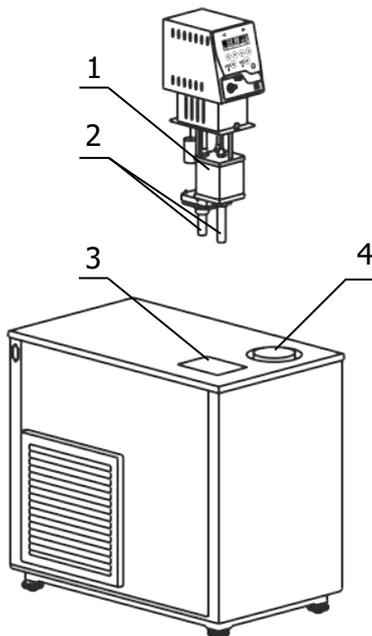

Рисунок 4 — Установка блока регулирования
2.2.3 Вставить входную и выходную трубки 2 (если они не были установлены предприятием-изготовителем) во входной и выходной патрубки блока регулирования и зафиксировать их винтами (рисунок 4). Выходную трубку следует вставлять в резервуар 1 косым срезом до упора.
2.2.4 Установить блок регулирования в отверстие 3, при этом входная и выходная трубки 2 (рисунок 4) должны войти в соединительные муфты 6 (рисунок 3) на дне основной ванны. После установки закрепить блок регулирования на ванне винтовыми фиксаторами.
2.2.6 Заполнить ванну термостата теплоносителем через отверстие над рабочей ванной 4 (рисунок 4). Перелив теплоносителя из рабочей ванны в дополнительную и основную ванны займет некоторое время. Заполнять ванны следует до момента начала слива теплоносителя из переливного штуцера 7. Температурный диапазон применения теплоносителя должен соответствовать значениям, указанным в 0.
Причина отсутствия перелива — неправильная работа насоса, вызванная воздушной пробкой, образовавшейся в резервуаре 1 (рисунок 4). Для ее устранения необходимо: